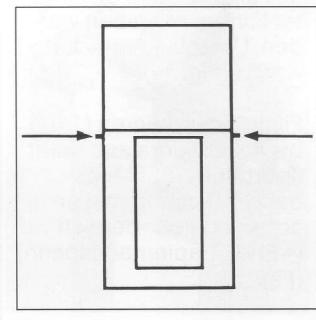

Fig. 19
- 9.2. Beim Öffnen der Formatmaske werden zwei seitliche Sicherungsstifte (11) herausgeschoben. So kann die Kassette mit geöffneter Formatmaske nicht versehentlich aus der Kamerarückwand genommen werden (Fig. 19).
- 9.2. When opening the mask two interlock pins from the side (11) will be extended. This prevents from taking the holder out of the camera inadvertently when the mask is open (fig. 19).